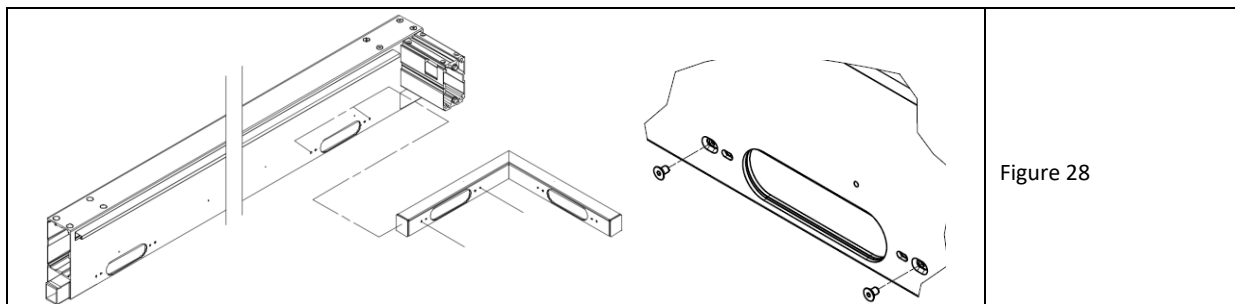

Figure 28
2. Fixez un trop-plein angulaire (fig. 28-gauche) à une extrémité de chacune des poutres transversales (du côté de l'échancrure de la paroi dans l'os de la chambre inférieure). A l'autre extrémité, ces poutres sont munies d'un drain droit.
4. Lors de l'insertion, évitez d'abîmer la couche d'étanchéité et n'appliquez l'EPDM sur la paroi de la poutre qu'une fois que les contours des haricots sont alignés. Serrez avec 2 vis à tête fraisée M5x8 (dans les trous extérieurs des haricots) (fig.28-droite).
9. Lors de l'insertion, évitez de frotter la couche d'étanchéité et n'appliquez l'EPDM sur la paroi de la poutre qu'une fois que les contours des haricots sont alignés. Serrez avec 2 vis à tête fraisée M5x8 (dans les trous extérieurs des haricots) (voir fig.28-droite).